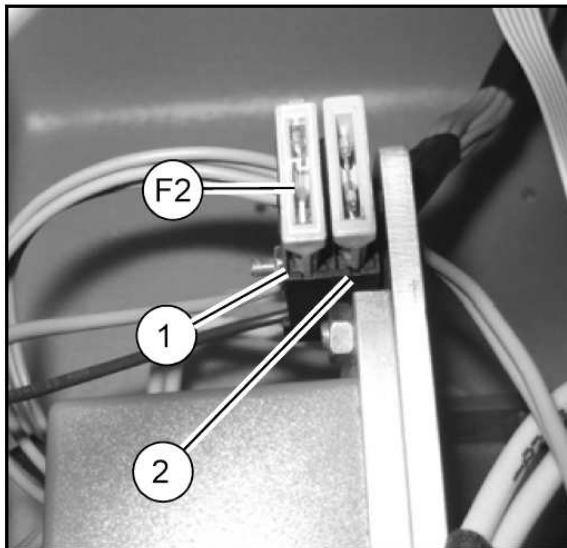

Fig. 8
2. Assembler le support de fusible (Fig. 8/1) avec le fusible F2-2A sur son support (Fig. 8/2)